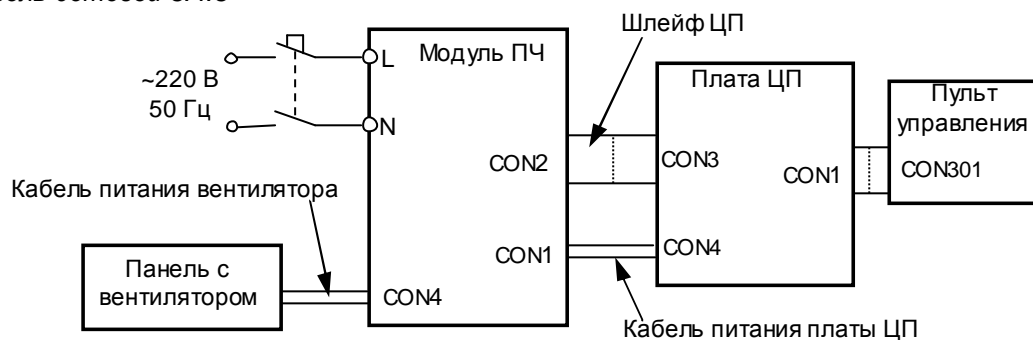

Рис. 4.14
4.10.2. Подключить преобразователь к электросети 1Ф ~220 В (рис.4.14).